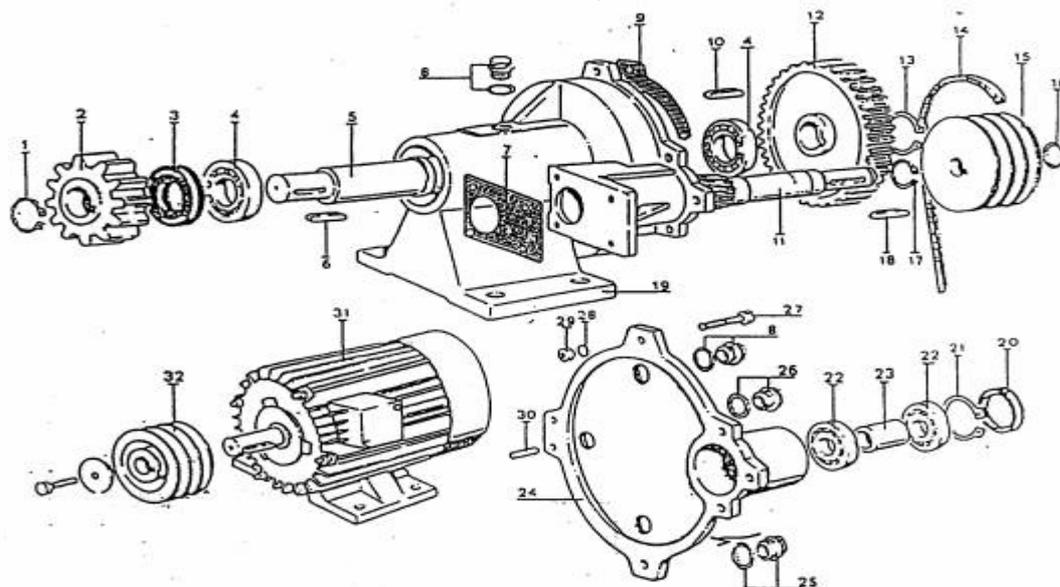
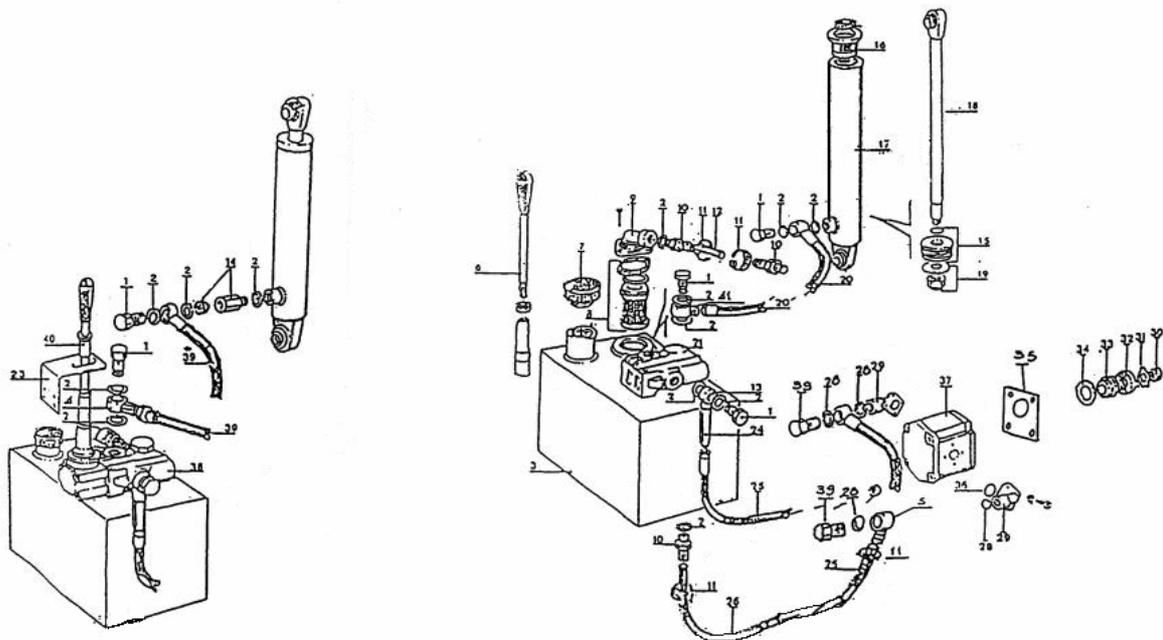

Рис.4 Привод барабана
Рис. 5
1. Барабан смесительный; 2. Бачок под масло (для гидравлической системы, (см.рис.5); 3. Водяной бачок (для приготовления раствора); 4. Место строповки (уши приварены к стойкам с двух сторон); 5. Электрошкаф с кнопками управления; 6. Привод барабана (см.рис.4); 7. Рама; 8. Колесо; 9. Стойка (нога); 10. Ручка управления гидравлическим ковшом; 11. Ковш; 12. Привод лебедки (см.рис.3) к совку; 13. Натяжной барабан с электрическим кабелем (к совку);